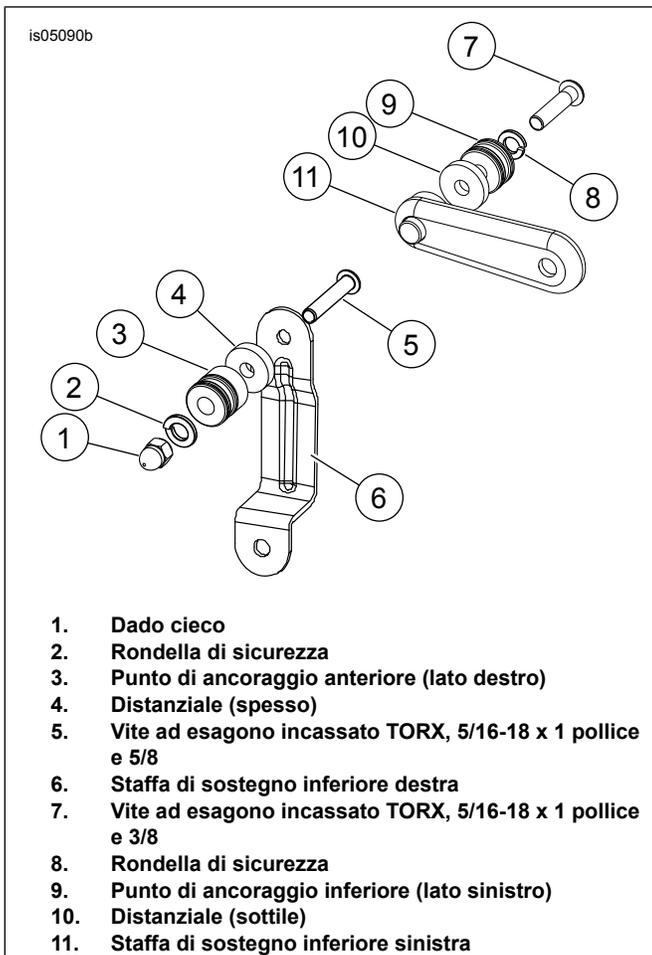

Figura 2. Staffe di sostegno (model year 2007)
1. Vedere Figura 2. Inserire la vite a esagono incassato da 1 pollice e 5/8 (5) attraverso la parte posteriore della staffa inferiore destra (6) e inserire nell'ordine le seguenti parti a partire dall'esterno della staffa; distanziale (4), punto di ancoraggio anteriore (3), rondella di sicurezza (2) e dado cieco (1).
1. Vedere Figura 2. Usando la vite TORX® a esagono incassato da 1 pollice e 3/8, (7) inserire nell'ordine le seguenti parti; rondella di sicurezza (8), punto di ancoraggio inferiore (9), distanziale (10) e montarle sulla staffa (11).